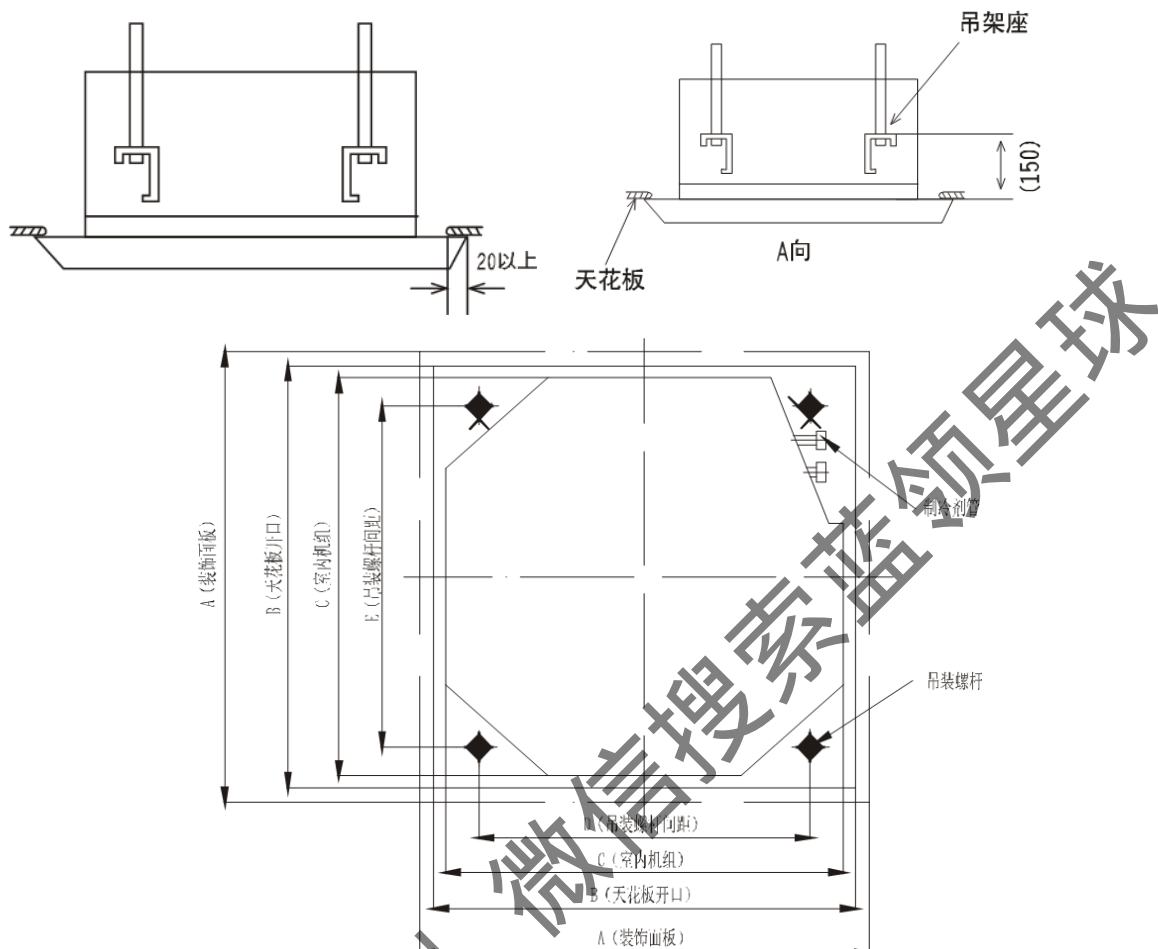

图 11: 天花板开口与机组以及吊装螺杆之间的位置关系示意图
1) 天花板开口与机组以及吊装螺杆之间的位置关系见下图 11 及表 2 (单位: mm)